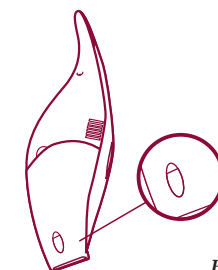

Fig. 9
- Controllate frequentemente il livello del liquido nel serbatoio: l'apposita finestra sul fondo del serbatoio vi mostra quanto liquido è stato aspirato. Tenete l'apparecchio in verticale, con il bocchettone verso il basso. (fig. 9)